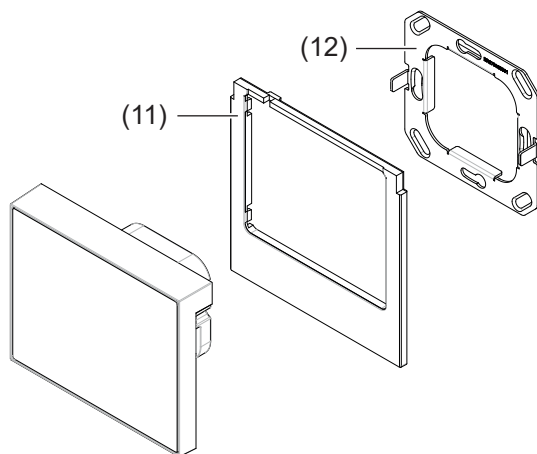

Bild 10: Montage
- Beiliegendes, vorkonfektioniertes Kabel in die Buchse **Digital/Analog IN** (4) stecken.
- Designrahmen (11) rückseitig anlegen und über die Fixierungen (15) drücken, bis er einrastet.
- Gerät lagerichtig über den Tragring positionieren, so dass die Aufnahmen am Gerät (13) und die Stifte am Tragring (12) übereinander liegen (Bild 10).
- Gerät langsam auf den Tragring (12) drücken, bis die Klemmfedern (16) im Tragring einrasten und die magnetischen Haltepunkte (14) den Tragring zusätzlich fixieren.